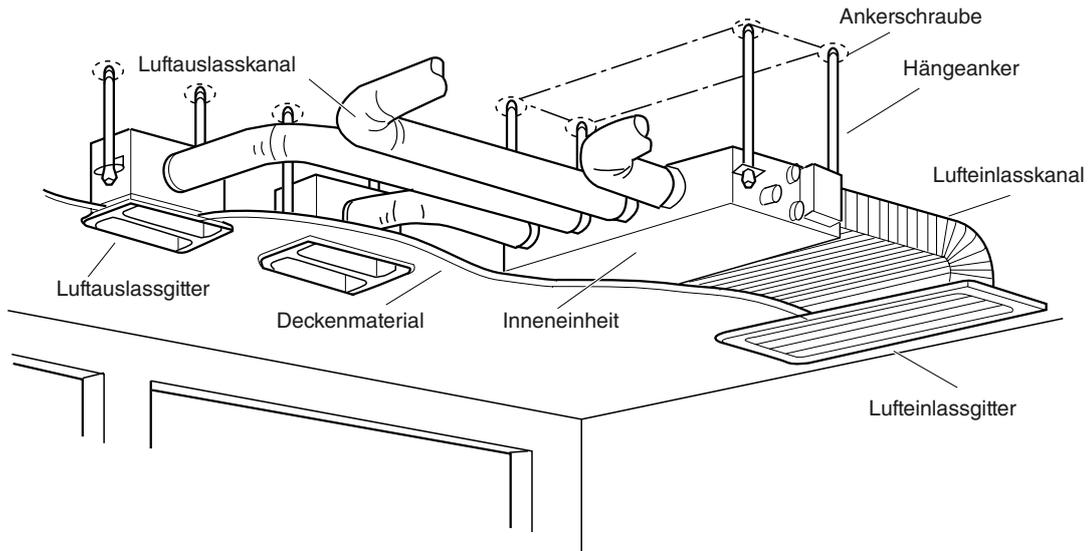

Abb. 3-140
- Abb. 3-140 zeigt ein Installationsbeispiel.